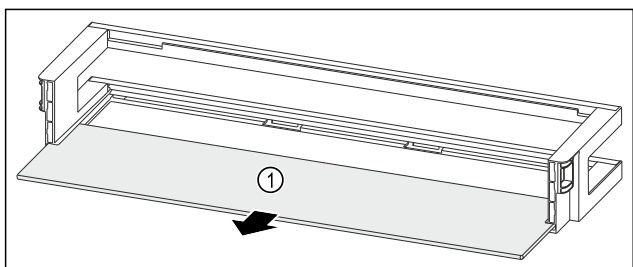

Fig. 50 Rafti i derës me raft mbajtës
- ▶ Hiqni raftin mbajtës Fig. 50 (1).